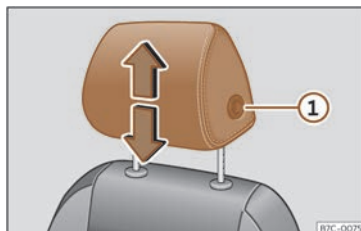
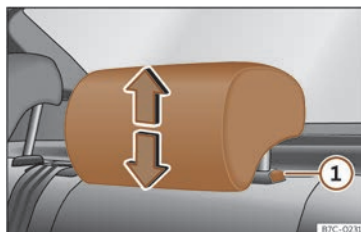

Fig. 69 Scaunul față: reglarea tetierei.
Fig. 70 Tetiera spate: reglarea tetierei.
- Apucați cu ambele mâini părțile laterale ale tetierei și împingeți în sus în poziția dorită. Pentru coborârea tetierei, repetați aceeași acțiune apăsând butonul de pe partea laterală ① >>> fig. 69, >>> fig. 70.